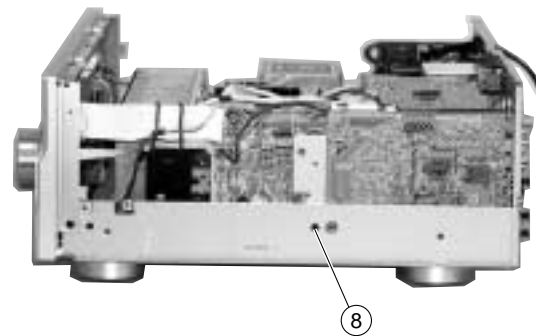

Fig. 9
- b. Remove 1 screw (⑧). (Fig. 9)
b. ⑧のネジ1本を外します。(Fig. 9)
6. Operation check of MAIN (2) P.C.B.
- a. Remove 1 screw (⑧). (Fig. 9)
6. MAIN (2) P.C.B. の動作チェック
- a. ⑧のネジ1本を外します。(Fig. 9)